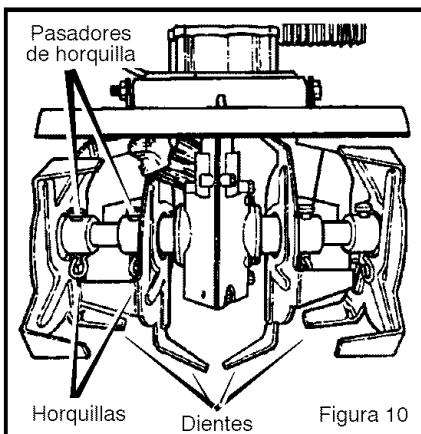

Figura 10
3. Usando guantes, quite las **horquillas** y los **pasadores de horquilla** que sujetan los conjuntos de dientes al eje (vea la Figura 10). Desmonte los **dientes** de un lado de la unidad.
4. Instale el diente externo en el eje y sujetelo con la **horquilla** y el **pasador de horquilla** (vea la Figura 10).